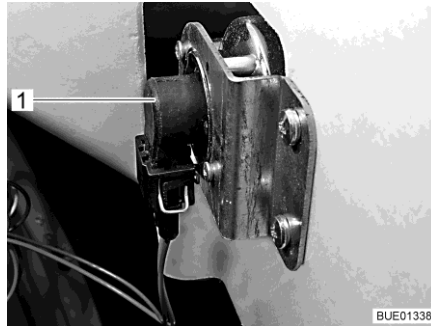

Bild 164 Körriktningsvisare
- Greppa tag bakom lamphållaren (Bild 164,1).